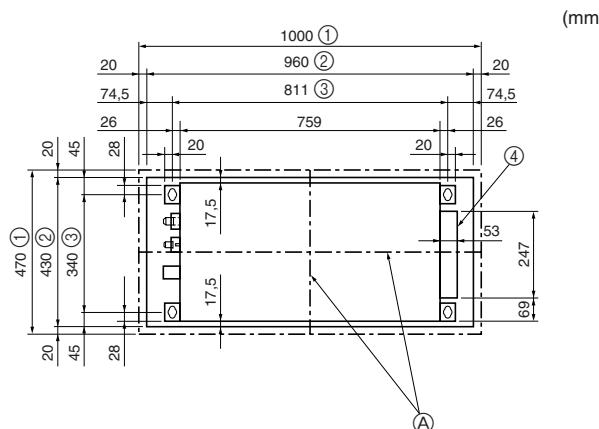
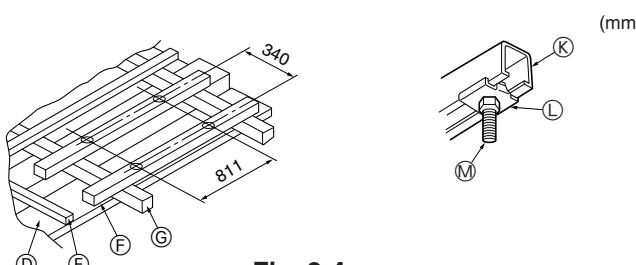

Fig. 2-3
Fig. 2-4
2.3. Tavandaki açıklıklar ve askı civatalarının yerleri (Fig. 2-3)
- ① Izgaranın dış tarafı
- ② Tavan menfezi
- ③ Civata mesafesi
- ④ Elektrik kutusu
- ① Ahşap yapılarda (Fig. 2-4)